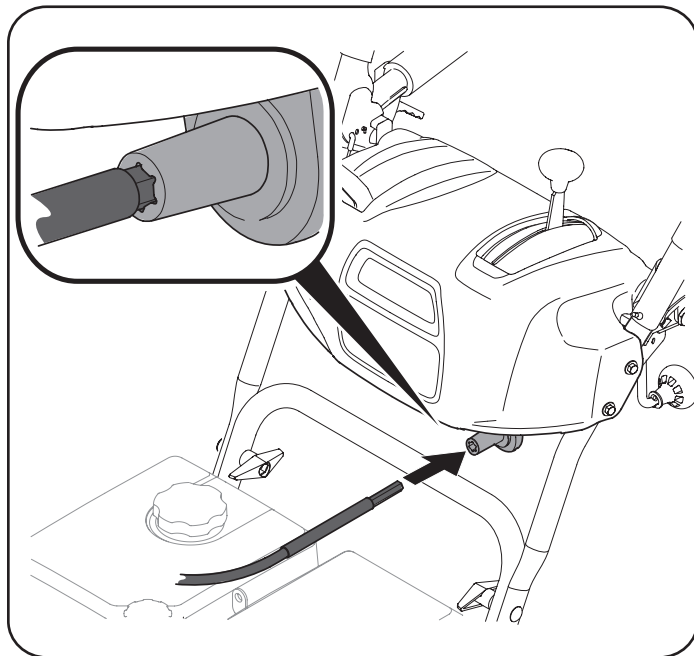

Figura 8
11. Inserte el extremo hexagonal del eje flexible en el acoplamiento de la varilla de control de la tolva que está debajo del tablero de instrumentos. Vea la Figura 8.